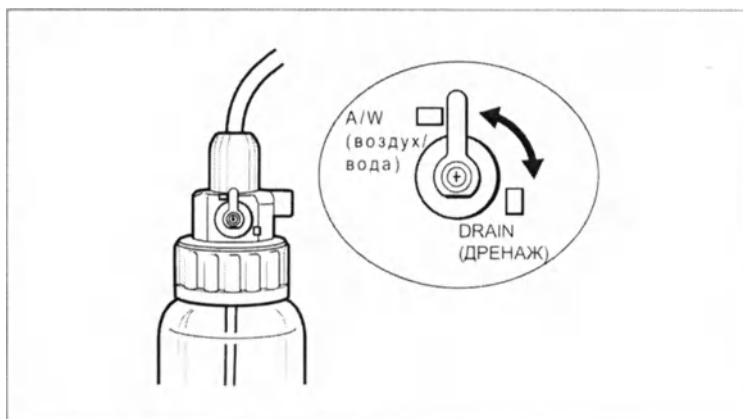

Рисунок 3.7
2. Установите рычаг A/W-DRAIN (воздух/вода-дренаж) в положение A/W (подача воздуха/воды) (см. рисунок 3.7).